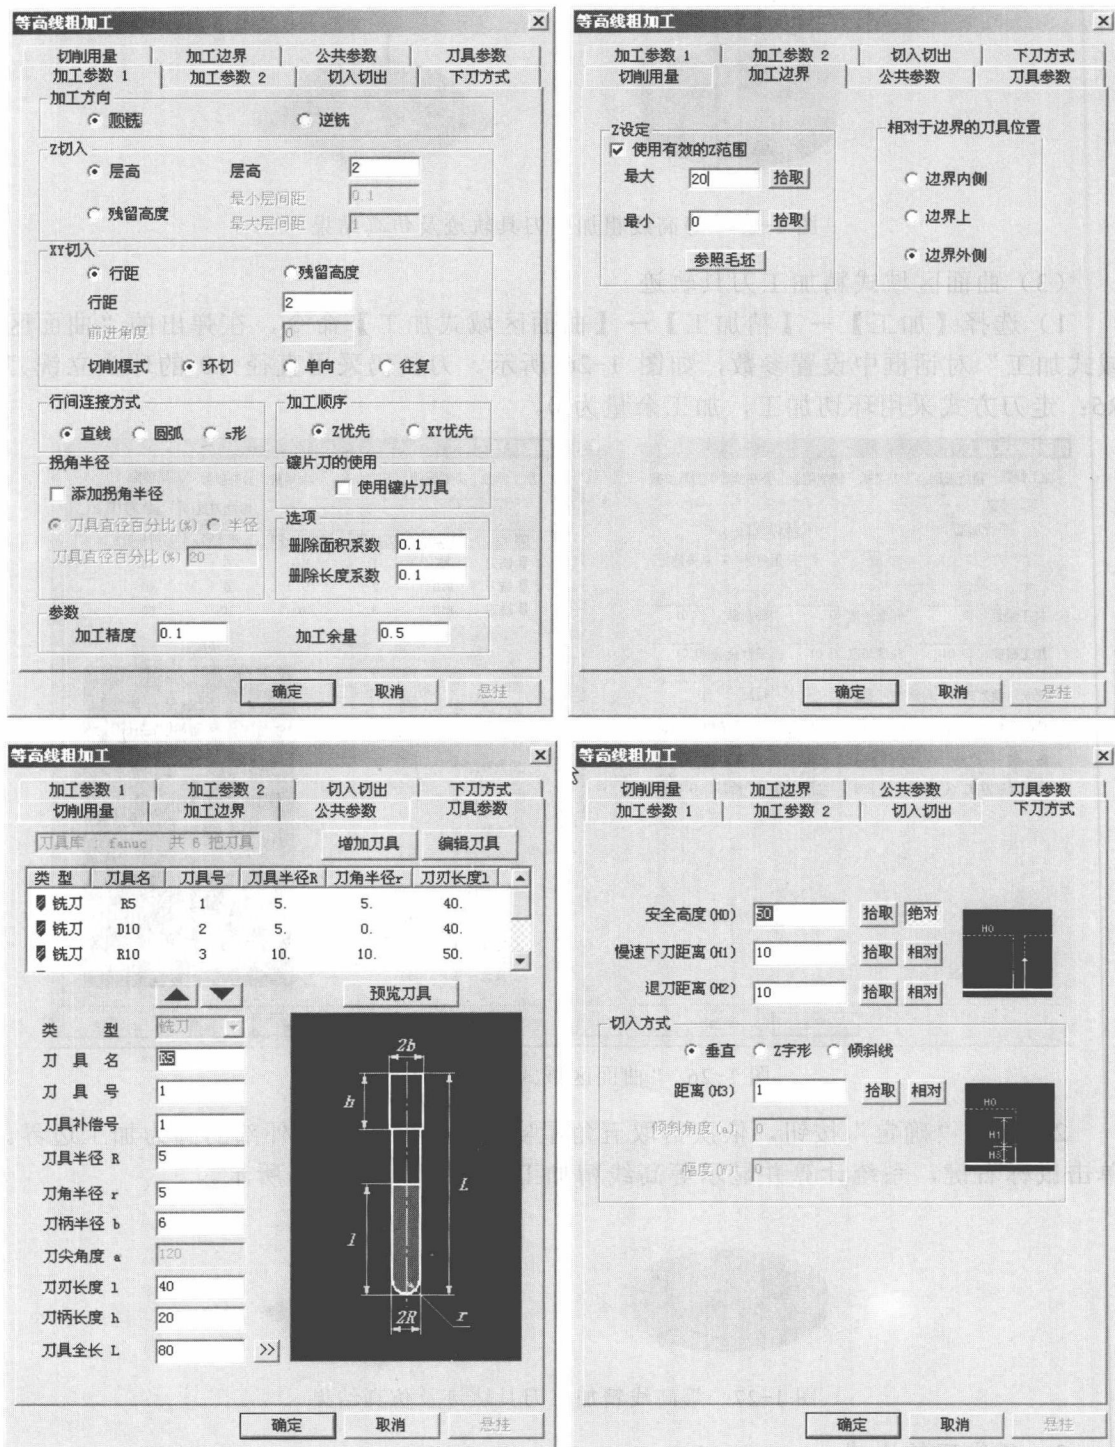

图 1-24 “等高线粗加工”对话框
1) 选择【加工】→【粗加工】→【等高线粗加工】命令, 在弹出的“等高线粗加工”对话框中设置参数, 如图 1-24 所示。刀具采用直径 10 的球头立铣刀 R5, 刀刃长度设为大于五角星高度的 40; 加工边界从五角星结构开始的 Z 轴零点开始, 下方为圆柱不需加工; 加工余量设为 0.5。